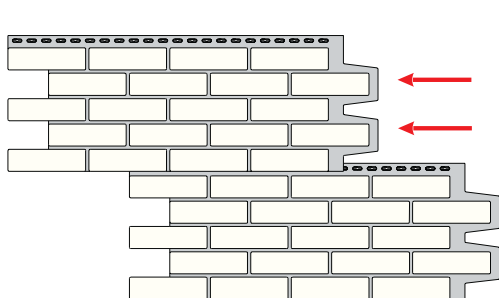
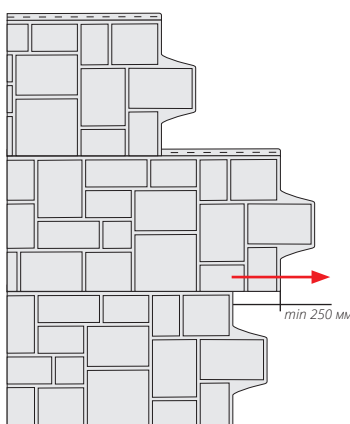
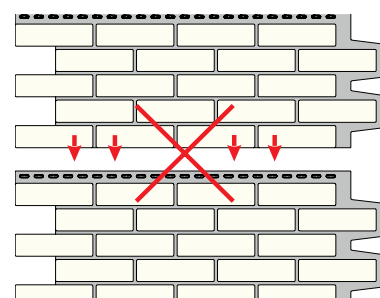

Рисунок 94
Рисунок 95
Рисунок 96
- 17.8** На панелях имитирующих кирпичную кладку соблюдаем вертикальную порядовку (Рис. 94), с горизонтальным смещением: для Клинкерного кирпича – на 1,5 кирпича, для Состаренного кирпича – на 2,5 кирпича. Для остальных коллекций каждый ряд должен начинаться с произвольным смещением (Рис. 95). Монтаж панелей без смещения не допускается (Рис. 96).